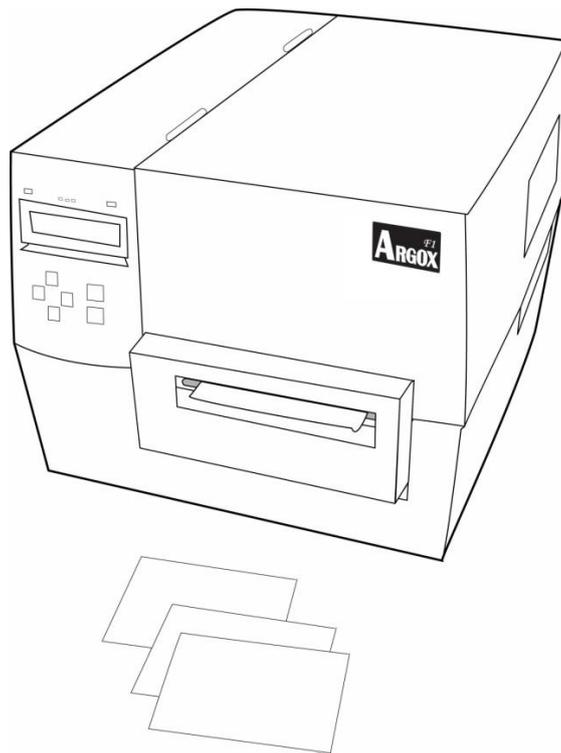

Figura 16
80. Encienda la impresora o presione el botón de "ALIMENTACIÓN" si la impresora ya está encendida. (Figura 16)